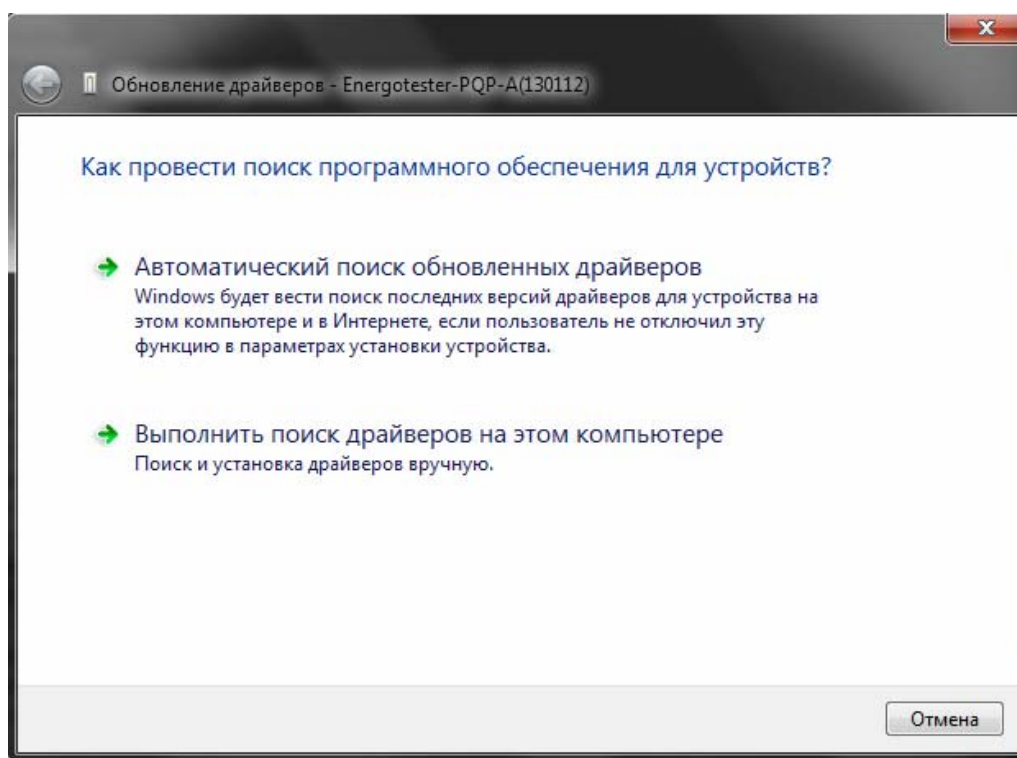

Рис. 8.1
2. В открывшемся окне мастера нового оборудования (рис. 8.1) выбрать «Выполнить поиск драйверов на этом компьютере».